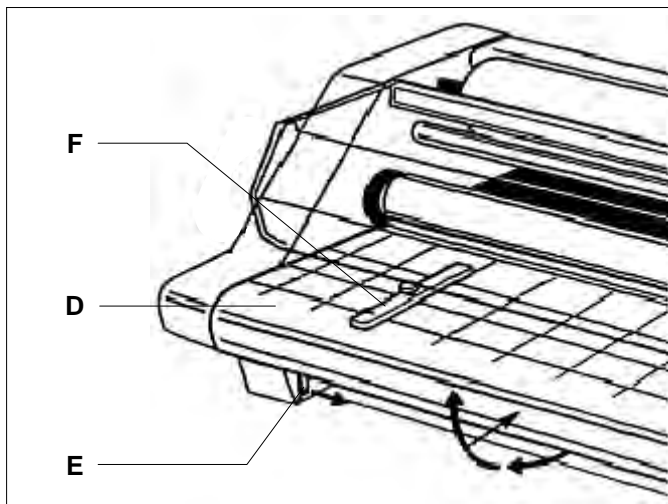

Fig. 5
**D. FEED TABLE:** (Fig. 5) The Feed Table is used to position items for lamination. **The laminator will operate only when the Feed Table and Feed Table Latch are properly installed.**
**E. TABLE INTERLOCK LATCH:** (Fig. 5) Used to lock the Feed Table into position and activate an interlock switch. The interlock latch is located on the left underside of the Feed Table. The table cannot be removed without retracting the latch to the right while lifting the table upwards and away from the laminator. **The laminator will not operate when the table is removed and/or the interlock latch is retracted.**
**F. FEED GUIDE:** (Fig. 5) The Feed Guide permits alignment of the item(s) to be laminated and is used to keep longer items straight. The Feed Guide may also be used to feed smaller items side by side by positioning the guide towards the center of the Feed Table and placing smaller items against each side of the Feed Guide as they are being introduced into the nip point of the heat rollers. To position the adjustable guide, loosen the knob on the top of the guide, slide it to the desired position and tighten the knob to secure the Feed Guide in place.
**D. PIANO DI ALIMENTAZIONE:** (fig. 5) Il piano di alimentazione viene utilizzato per l'allineamento degli articoli da plastificare. **La plastificatrice funziona soltanto se il piano di alimentazione e la chiusura del piano di alimentazione sono installati correttamente.**
**E. CHIUSURA E SICUREZZA DEL PIANO:** (fig. 5) Viene utilizzata per bloccare il piano di alimentazione in posizione ed attivare l'interruttore di sicurezza. La chiusura di sicurezza è posta al di sotto del piano di alimentazione sulla sinistra. Il piano non può essere smontato senza ritrarre la chiusura che si trova sulla destra sollevando contemporaneamente il piano verso l'alto e verso l'esterno della plastificatrice. **La plastificatrice non funziona se il piano viene rimosso e/o la chiusura di sicurezza viene tirata indietro.**
**F. GUIDA DI ALIMENTAZIONE:** (fig. 5) La guida di alimentazione consente l'allineamento degli articoli da plastificare e viene utilizzata per mantenere dritti gli articoli più lunghi. Essa può inoltre essere utilizzata per alimentare articoli più piccoli uno accanto all'altro, inserendo la guida verso il centro del piano di alimentazione e disponendo gli articoli di più piccole dimensioni contro i due lati della guida di alimentazione mentre questi vengono introdotti nel punto di presa dei rulli di riscaldamento. Per posizionare la guida regolabile, allentare la manopola posta sulla parte superiore della guida, farla scorrere sulla posizione desiderata e stringere la manopola per bloccare la guida di alimentazione in posizione.
**D. ANLEGETISCH:** (Abb. 5) Auf dem Anlegetisch werden die zu laminierenden Artikel gelagert. **Das Laminiergerät funktioniert nur, wenn dieser Tisch und die entsprechende Verriegelung ordnungsgemäß installiert sind.**
**E. TISCHVERRIEGELUNG:** (Abb. 5) Damit wird die Stellung des Anlegetischs gesichert und ein Verriegelungsschalter aktiviert. Der Riegel befindet sich links auf der Unterseite des Tisches. Der Tisch kann erst entfernt werden, wenn der Riegel nach rechts geschoben und der Tisch gleichzeitig hochgehoben und vom Laminiergerät weggezogen wird. **Wenn der Tisch entfernt wird und/oder der Riegel sich in zurückgezogener Stellung befindet, wird das Laminiergerät nicht funktionieren.**
**F. ZUFUHRHILFE:** (Abb. 5) Damit werden der oder die zu laminierenden Artikel ausgerichtet und längere Artikel gerade gehalten. Die Zufuhrhilfe kann auch dazu verwendet werden, kleinere Artikel nebeneinander einzuführen. Dazu wird sie zur Mitte des Anlegetischs geführt und kleinere Artikel an beiden Seiten der Zufuhrhilfe angelegt, von wo sie zum Berührungspunkt der Heißwalzen geleitet werden. Die Zufuhrhilfe ist verstellbar: Den Knopf auf der Oberseite lösen, in die gewünschte Stellung schieben, den Knopf zur Sicherung wieder anziehen.
**D. INVOERTAFEL:** (afb. 5) De invoertafel wordt gebruikt om items in de juiste stand te brengen voor laminatie. **De laminator werkt alleen als de invoertafel en de vergrendeling ervan juist zijn geïnstalleerd.**
**E. TAFELVERGREDELING:** (afb. 5) Deze wordt gebruikt om de invoertafel in de juiste positie vast te zetten en een vergrendelingschakelaar te activeren. De vergrendeling bevindt zich aan de linkeronderkant van de invoertafel. De tafel kan alleen worden verplaatst door de vergrendeling naar rechts te trekken en de tafel gelijktijdig op te tillen, weg van de laminator. **De laminator werkt niet als de tafel wordt verwijderd en/of ontgrendeld.**
**F. INVOERGELEIDER:** (afb. 5) Met behulp van de invoergeleider kunnen de te lamineren items worden uitgelijnd en kunt u langere items rechthouden. De invoergeleider kan ook worden gebruikt om kleinere items naast elkaar in te voeren; plaats daartoe de geleider in het midden van de invoertafel en plaats de kleinere items tegen de zijanten van de geleider bij het invoeren in de grijpzone van de warmerollers. De afstelbare geleider kan in positie worden gebracht door de knop boven op de geleider los te draaien, in de gewenste positie te schuiven en de knop aan te draaien om de invoergeleider op zijn plaats vast te zetten.
**D. TABLE D'ALIMENTATION :** (Fig.5) La table d'alimentation est utilisée pour positionner les articles à plastifier. **La plastifieuse ne peut fonctionner que si la table d'alimentation est correctement installée.**
**E. VERROU DE LA TABLE :** (Fig. 5) Utilisé pour verrouiller la table d'alimentation en position et activer un interrupteur de verrouillage. Le verrou se trouve à gauche sous la table d'alimentation. Vous ne pouvez pas enlever la table sans retirer le verrou à droite tout en soulevant la table vers le haut et loin de la plastifieuse. **La plastifieuse ne peut pas fonctionner lorsque la table est retirée et/ou le verrou retiré.**
**F. GUIDE D'ALIMENTATION :** (Fig. 5) Ce guide est utilisé pour maintenir les articles à plastifier bien alignés et pour garder les articles plus longs droits. Le Guide d'alimentation peut être également utilisé pour positionner de petits documents côte à côte en plaçant alors le guide au centre de la table d'alimentation et en plaçant les petits articles de chaque côté du guide d'alimentation pendant qu'ils soient entraînés par les rouleaux chauffants. Pour régler le guide, desserrez le bouton du guide, faites glisser le guide jusqu'à la position désirée et resserrez le bouton pour maintenir le guide d'alimentation en position.
**D. PLATAFORMA DE ALIMENTACIÓN:** (Fig. 5) La Plataforma de Alimentación sirve para colocar los artículos que van a laminarse. **El laminador operará únicamente cuando la Plataforma de Alimentación y el Pestillo de la misma estén instalados apropiadamente.**
**E. PESTILLO DE ENGANCHE DE LA PLATAFORMA:** (Fig. 5) Se usa para enganchar la Plataforma de Alimentación en su lugar y para activar un interruptor de enganche. El pestillo de enganche está ubicado en la parte inferior izquierda de la Plataforma de Alimentación. No se puede quitar la plataforma sin empujar el pestillo hacia la derecha mientras se alza la plataforma y se aleja del laminador. **El laminador no operará después de quitar la plataforma y/o empujar el pestillo de enganche.**
**F. BARRA DE TOPE:** (Fig. 5) La Barra de tope permite alinear los artículos que se desean laminar y sirve para mantener rectos los artículos de mayor longitud. La Barra de tope también sirve para alinear artículos más pequeños lado con lado colocando la Barra hacia el centro de la Plataforma de Alimentación y colocar artículos más pequeños contra cada lado de la Barra de tope al introducirlos en el punto de contacto de los rodillos térmicos. Para colocar la guía ajustable, afloje la perilla en la parte superior de la guía, deslícela hasta la posición deseada y apriete la perilla para sujetar la Barra de tope en su sitio.